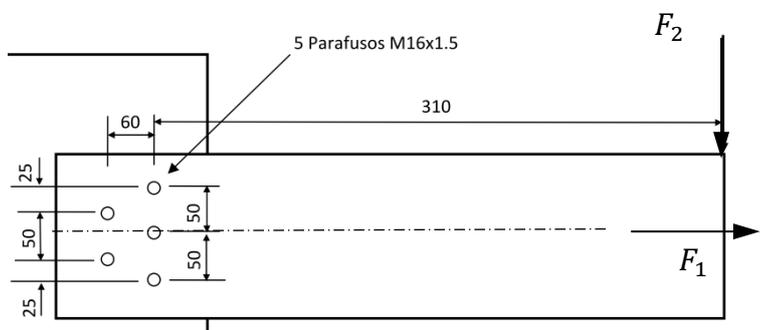

Figura 1.5
1.3.2 A Figura 1.5 mostra uma placa aparafusada a um pilar através de 5 parafusos M16x1.5. Sabendo que o conjunto sofre uma carga $F_1 = 6kN$ e uma carga $F_2 = 3kN$, determine: